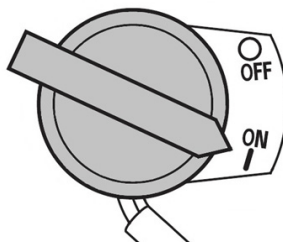

Рис. 10 Выключатель зажигания в положении «Включено»
- Выключатель зажигания установите в положение «ON» (Включено) (Рис. 10).